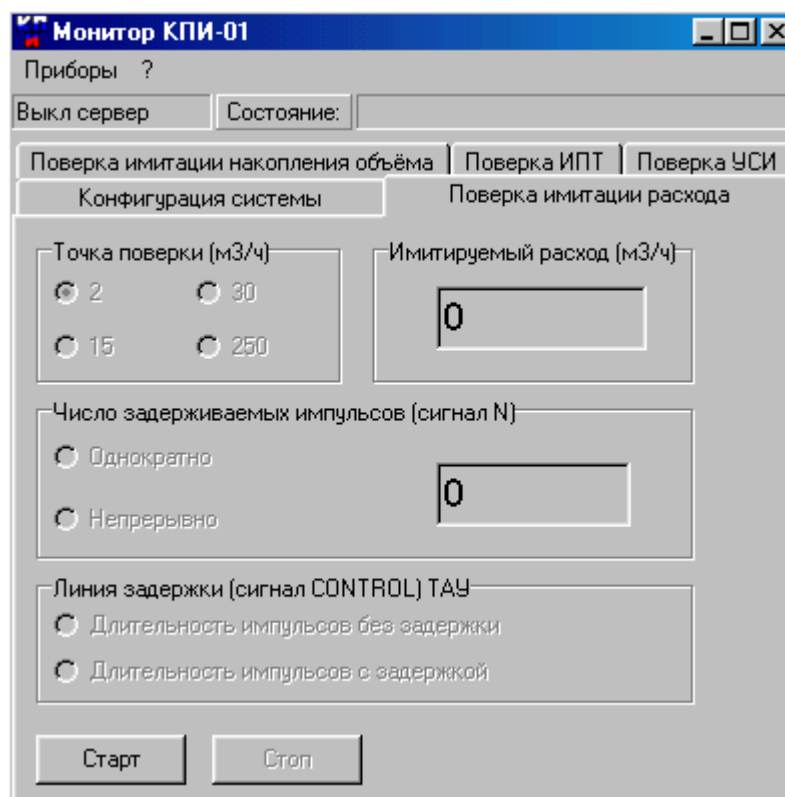

Рис. 41. Вид вкладки «Поверка имитации расхода».
- 5.7.4.1.2. Для определения относительной погрешности воспроизведения расхода активизируется вкладка **Поверка имитации расхода** (рис.41). Последовательно задается три значения расхода: 15 м3/ч, 30 м3/ч и 250 м3/ч (значение расхода выбирается с допуском ± 10 %).